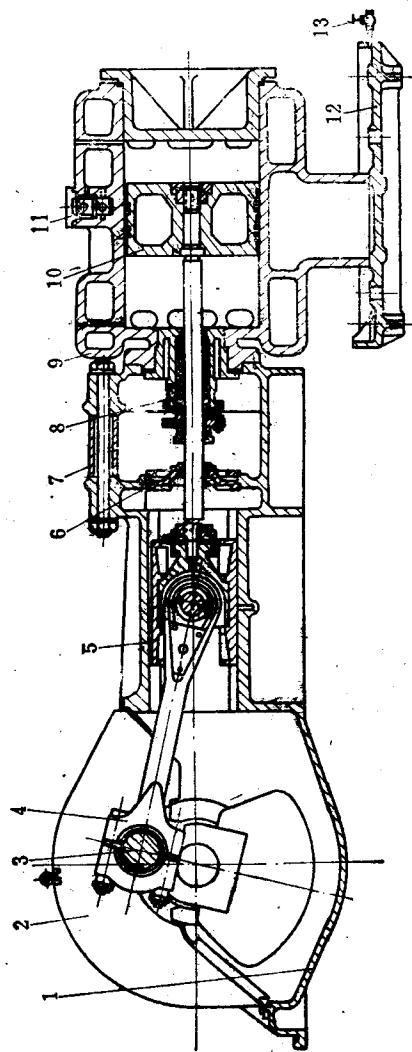

图 5 110/20卧式冰机的结构简图
3. 冰机的主要结构及材料 冰机其结构由机身、运动机构和气缸三个部份组成。机身包括机座、曲轴箱和中间接筒。运动机构包括主轴、连杆、活塞、十字头。气缸包括工作室、阀门、填料箱。有的冰机还具有水夹套。图5为110/20卧式冰机的结构简图。它为并列的双缸双作用带十字头逆流式的双级压缩机，高低压缸分别以水平位置列于曲轴的同侧，曲轴为开式双拐，两曲拐间的相位角为90°，各曲拐分别带动一连杆驱动十字头和活塞。为了防止运动部件过载，气缸上设有安全阀。高低压缸上的进排气阀为环状阀，阀门分别列于气缸二端的圆周上。低压缸上设有气量调节装置和旁通阀，高压缸上设有进气阀及掀开装置。借旁通阀及掀开装置，可使高低压缸均在无负荷下启动。运动部件采用由齿轮油泵供应的润滑油来润滑，润滑油经过过滤冷却后循环使用。气缸、活塞及密封函的润滑由注油器供给，注油器由十字头销端的圆销带动摆杆来传动。